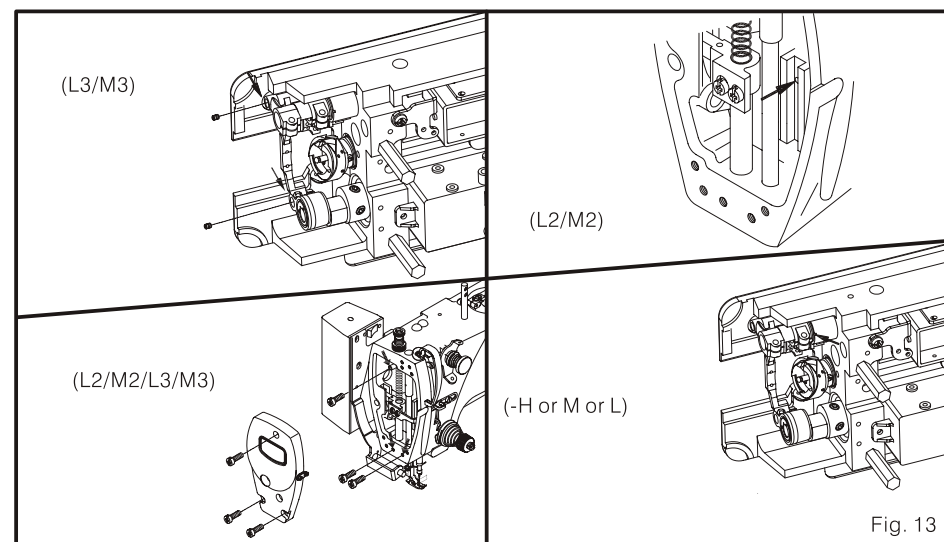

Fig. 13
3. aplica gordura em cada buraco até que se salienta ligeiramente. (Fig. 13)